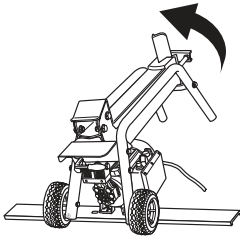

Fig. 9a, mode 1
- Pour déplacer l'appareil, faites-le basculer du côté des roues en le tenant par les extrémités C et D ou par les pieds C [20] et D [19], le cas échéant, puis tirez-le en le faisant rouler sur ses roues [9] (Fig. 9a, 9b).